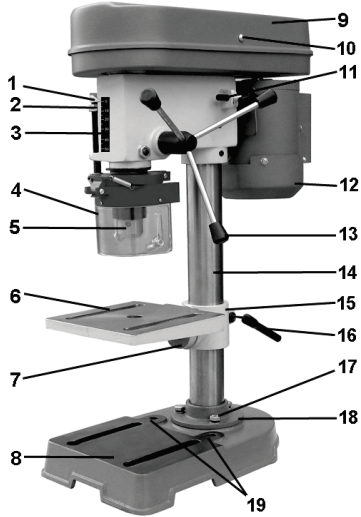

Рис. 2
6.1. Станок сверлильный вертикальный состоит из следующих сборочных единиц и деталей, Рис.2,3:
Перед использованием станка, его необходимо закрепить на ровной поверхности верстака (рабочего стола) при помощи двух резьбовых соединений (не комплектуются) через отверстия (19) в основании (8), Рис.2. Обязательно используйте при креплении плоскую и пружинную шайбы на каждый болт (не комплектуются).
9.1. Установите на ровную прочную поверхность верстака основание (8) станка, Рис.2.
9.2. Установите на основание (8) колонну (14), Рис.2 и закрепите опору (18) колоны (14) тремя прилагаемыми болтами (17), Рис.2.
9.3. Установите рабочий стол (6) на колонне (14), положение зажимной муфты (15) закрепите ручкой фиксации (16), Рис.2.
9.7. Установите сверлильный патрон (5), Рис.2, на шпиндель станка, (предварительно необходимо удалить с его
поверхности смазку, а также очистить от смазки внутреннюю посадочную поверхность сверлильного патрона (5), Рис.2). Закрепите сверлильный патрон (5), Рис.2, на шпинделе легким ударом через деревянный брусок, кулачки сверлильного патрона (5) при этом должны быть сведены.
10.2. Перед тем как включить станок, проверьте надёжность закрепления верхнего кожуха (9) винтом (10), Рис.2.
Ключ к сверлильному патрону **не должен** оставаться в сверлильном патроне (5), Рис.2. Режущий инструмент (сверло) в сверлильном патроне (5) должен быть хорошо закреплён. Если режущий инструмент не установлен, то кулачки сверлильного патрона (5) должны быть сведены, Рис.2.
10.4. Контроль глубины сверления «глухих» отверстий производится по шкале (3) и указателю (1), Рис.2.
Регулировка (ограничение) глубины сверления производится гайками (2), Рис.2.
10.5. Установка высоты рабочего стола (6) задается перемещением зажимной муфты (15) на колонне (14). Перед изменением положения зажимной муфты (15) на колонне (14) необходимо ослабить её положение ручкой фиксации (16). После установки рабочего стола (6) на необходимую высоту ручкой фиксации (16) надёжно закрепите положение зажимной муфты (15), Рис.2.
10.6. При открытии кожуха (9) ременной передачи, Рис.2,8, станок отключится. Включение станка возможно только после закрытия кожуха (9) ременной передачи, Рис.2,8 и нажатия на зелёную кнопку ВКЛ (21), Рис.2. (см. п.10.3.). Если станок не включается, выполните регулировку положения кулачка (36).
10.7. Перемещение шпинделя производится ручкой подачи (13), Рис.2. При сверлении отверстий контролируйте величину подачи режущего инструмента во избежание контакта режущего инструмента с тисками (26) или рабочим столом (6), Рис.2,5.
10.9. Для установки угла поворота поверхности рабочего стола (6) относительно режущего инструмента необходимо:
- ослабить болт крепления поворотного фланца (7) к зажимной муфте (15), Рис.2;
- по показаниям шкалы (25) установить и закрепить положение рабочего стола (6), Рис.2,4.